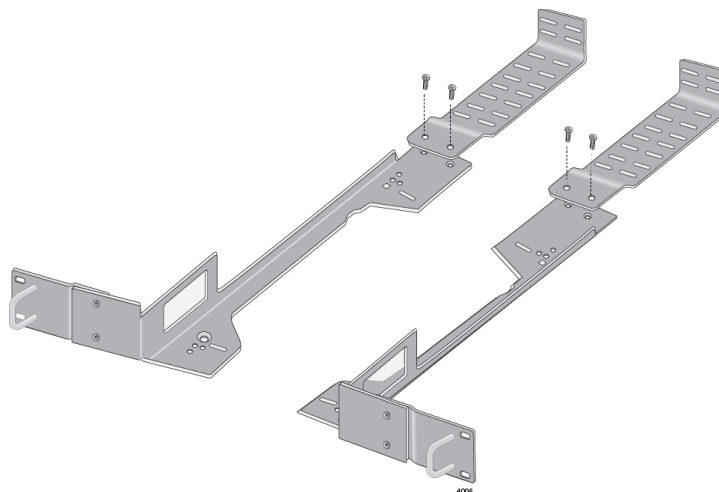

Рисунок 37. Крепление кабельных лотков к пластинам
4. Прикрепите кронштейны для кабелей к конструкциям, собранным на шаге 3, при помощи винтов M4x6мм и крестовой отвертки, как это показано на рис. 37.